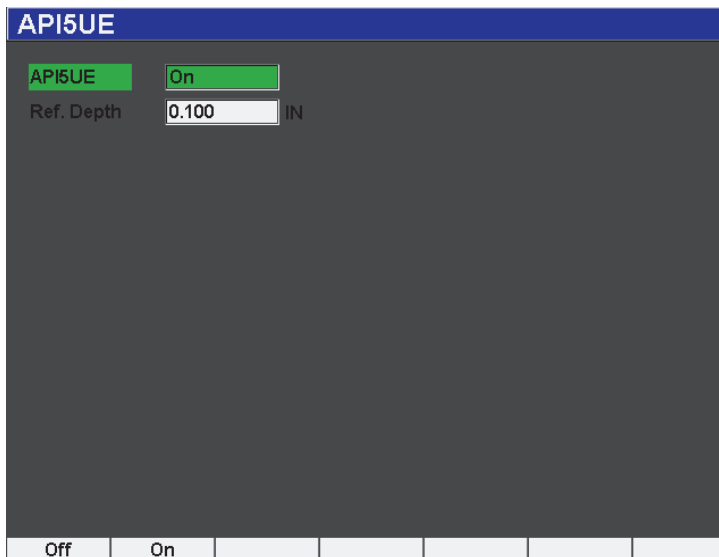

Abbildung 12-22 Konfiguration der Option API 5UE
2. Auf der Seite **API5UE** den Parameter **API5UE** aktivieren (**On**) (siehe Abbildung 12-22 auf Seite 258).